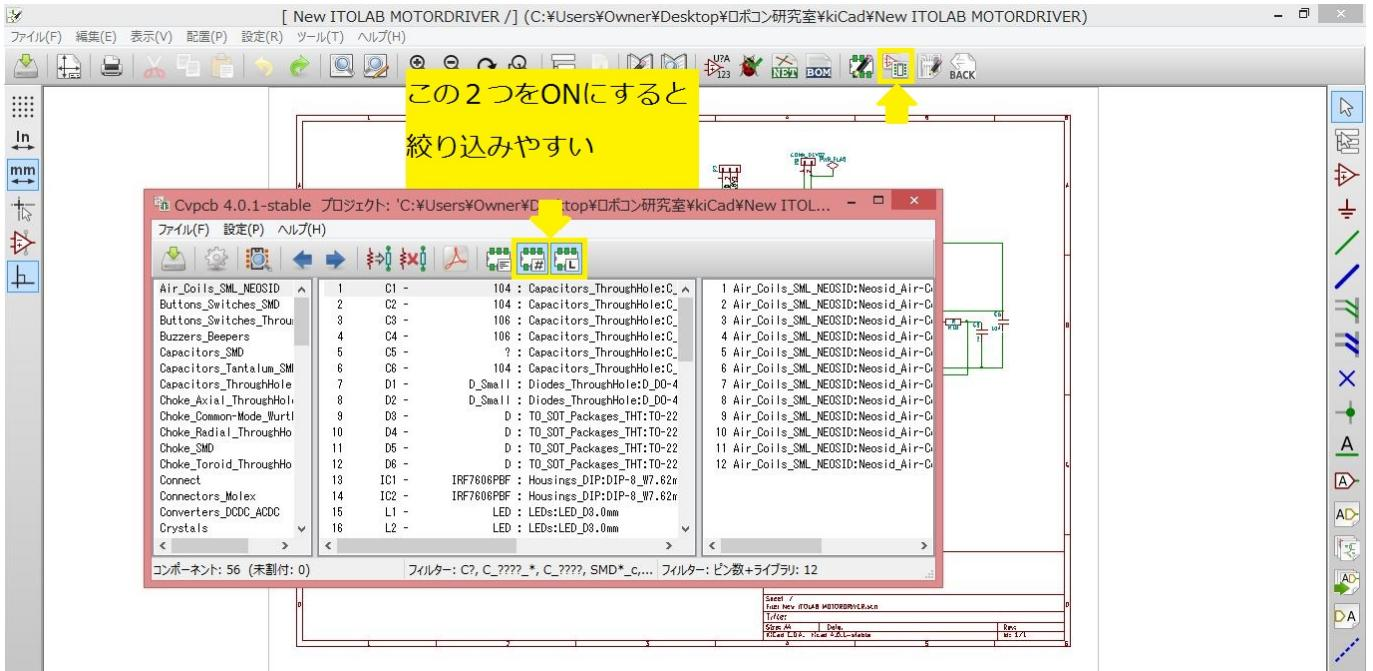

図 E.4 回路エディタ
4) 図 E.4 のようにしてコンポーネントとフットプリントの関連付けを行なう。